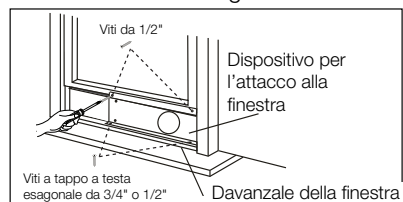

Fig. 15
3. Chiudere saldamente il telaio scorrevole della finestra contro il dispositivo per l'attacco alla finestra. (Fig. 15)
4. Far passare due viti da 1/2" per fissare il dispositivo per l'attacco alla finestra sul telaio della finestra. (Fig. 15)
5. Fissare il dispositivo per l'attacco alla finestra sul davanzale (Fig. 15):